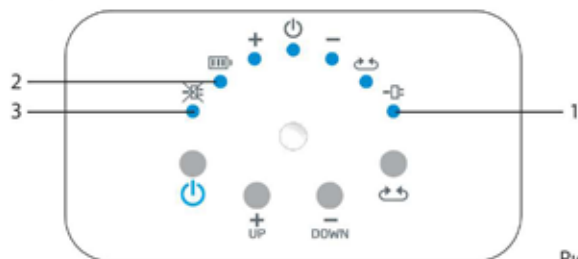

Рис. 3
Эксплуатация вентилятора модели TEF F12 FH5 (рис. 3, 4).
2. Нажмите кнопку «» на панели управления (рис.3) или на ПДУ (рис. 4)